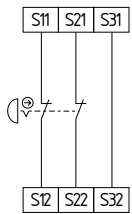

Fig. 11
**Circuit d'arrêt d'urgence à 2 canaux avec organes de commande selon EN ISO 13850 et EN 60947-5-5 (voir Fig. 11)**